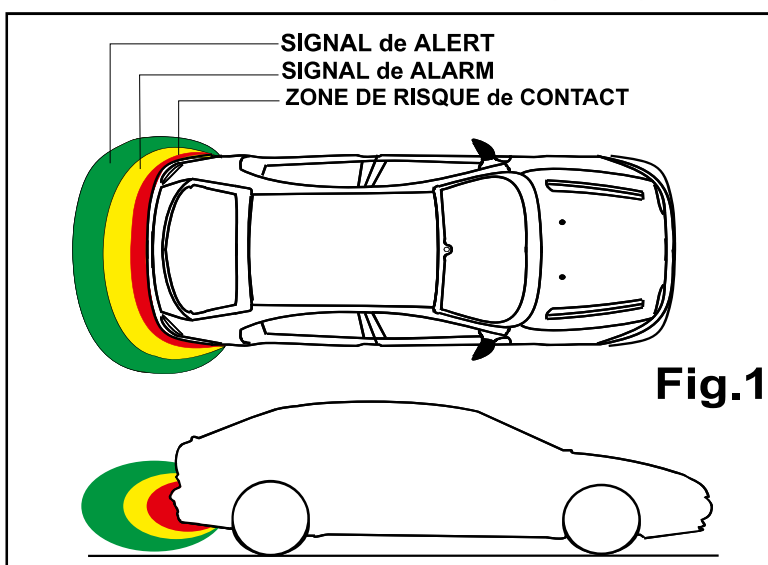

Fig.1
L'activation du dispositif est obtenue lors du passage de la marche arrière et confirmée par un signal de "OK". Une fois activé, le **EPS-DUAL 4.0** génère environ le pare-chocs, sur lequel est installé, une zone de protection (Fig. 1). Si un obstacle se présente dans la zone de protection et tend à se rapprocher du pare-chocs, vous entendrez une série de bips.
- Les distances de détection varient selon l'emplacement. Elles sont inférieures sur les côtés des pare-chocs (Fig. 1) et varie en fonction de la taille de l'obstacle
En présence de pluie ou par temps très humide, le système réduit automatiquement sa sensibilité afin d'éliminer une partie des fausses alarmes qui pourraient être donnés par le mouvement de l'eau sur le pare-chocs. Dans cette situation, la zone de pré-alarme est supprimée et seul le signal d'alarme et de risque de contact est maintenu (Fig. 1).